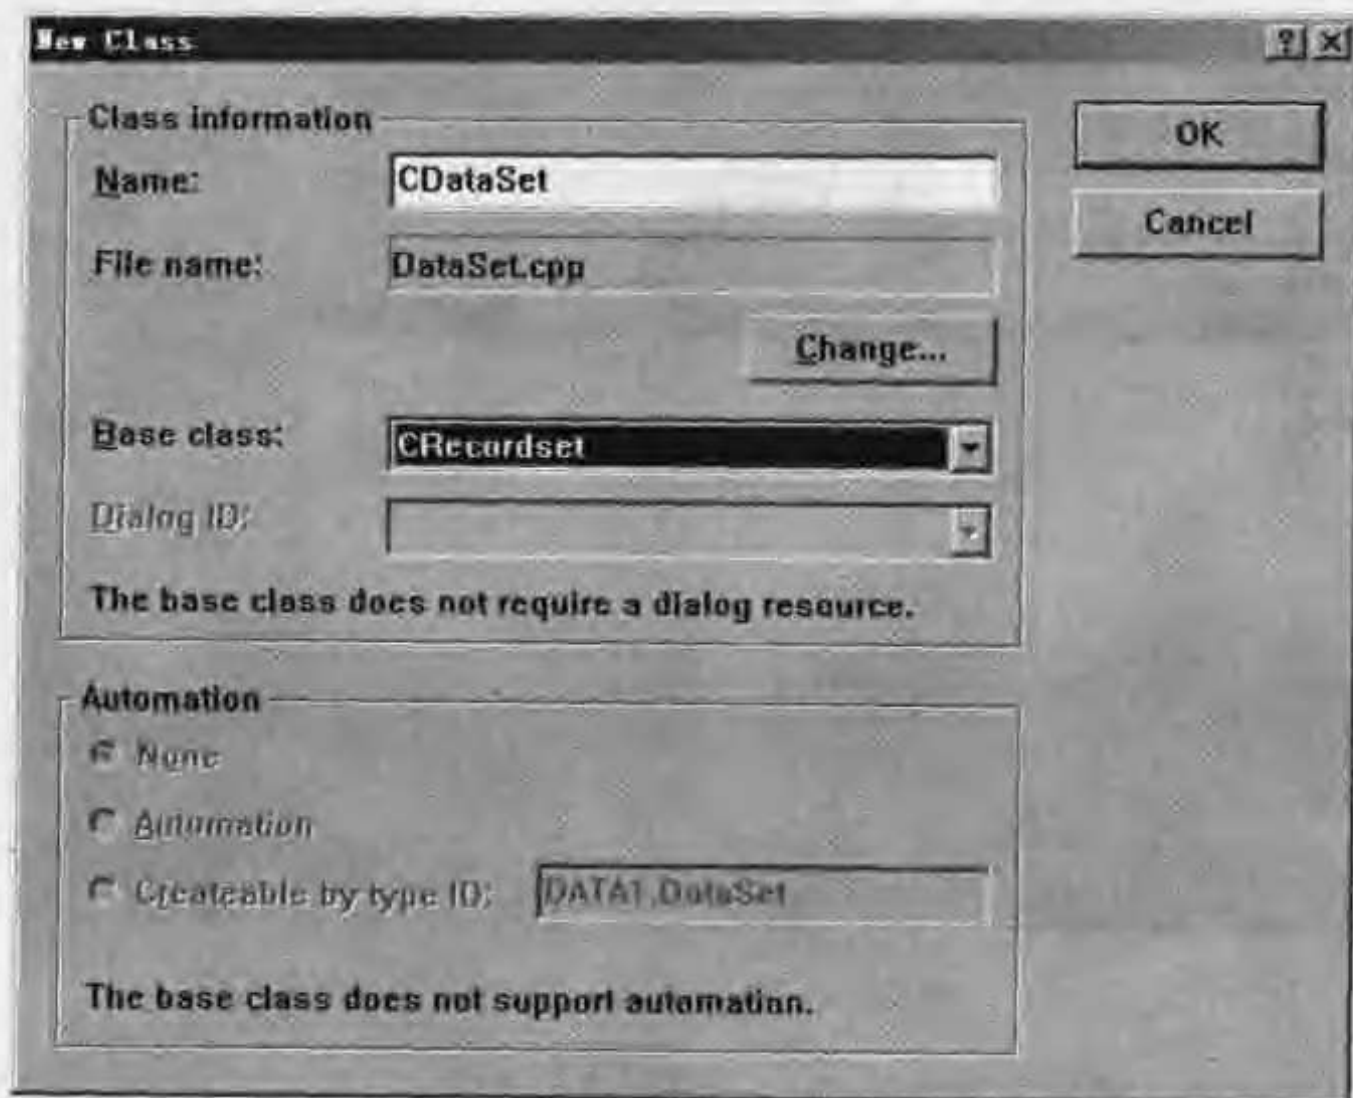

图 9.3.8 创建记录集类
(6) 用 ClassWizard 创建记录集类。从 Add Class 菜单中选择 New, 并按图 9.3.8 填充对话框。